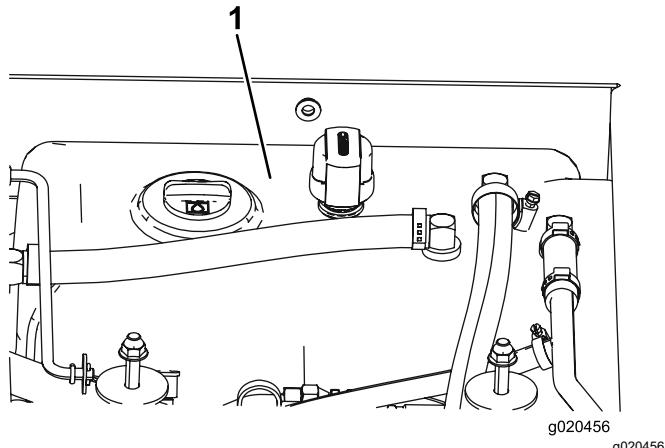

Figura 116
- Llene el depósito (Figura 116) con fluido hidráulico; consulte Especificación del fluido hidráulico \(página 82\).